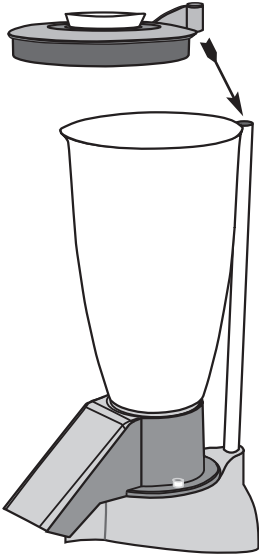
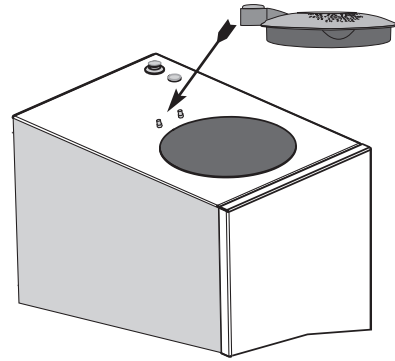

Fig. 5
Fig. 6
- 4 Pour le modèle V90, mettre le couvercle en faisant coïncider le capteur magnétique avec le bout de la tige en acier (Fig. 5). Pour le modèle V100, mettre le couvercle en plaçant le capteur magnétique entre les deux vis de positionnement (Fig. 6).